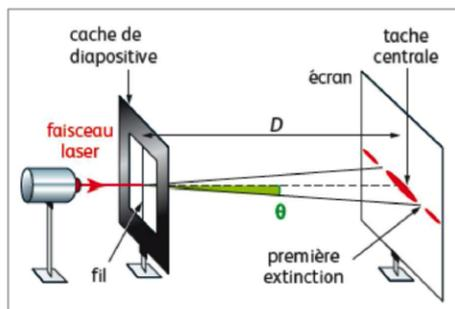

Fig 1. Dispositif expérimental
Un fil vertical très fin, de largeur a , est placé sur le trajet du faisceau laser à une distance D de l'écran (Fig 1).
- ▶ Réaliser ci-dessous un schéma du dispositif expérimental (Fig 1) en vue du dessus. Vous penserez à indiquer toutes les grandeurs pertinentes et vous préciserez leur signification.